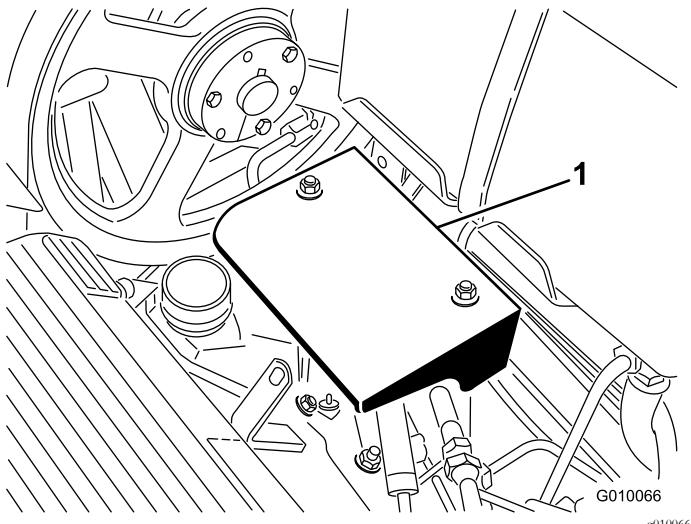

Figura 56
3. Retire as 2 porcas de montagem do resguardo da bomba e retire o resguardo (Figura 56).